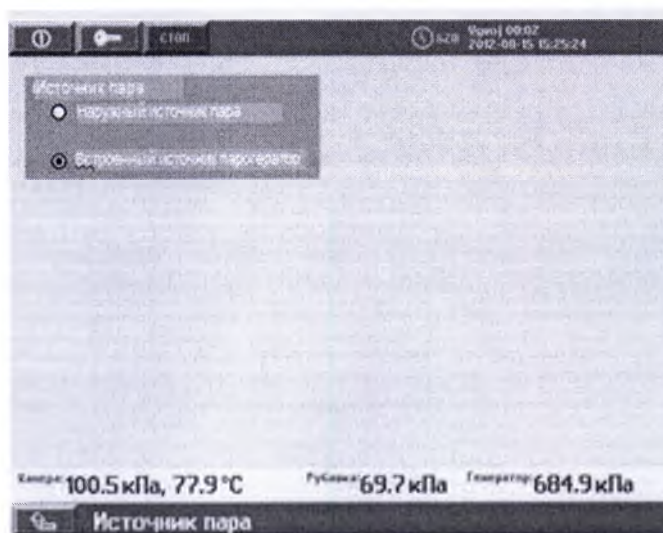

Рисунок 42 Выбор источник пара
- Нажмите кнопки выбора режима меню «Источник пара» рисунок 42.